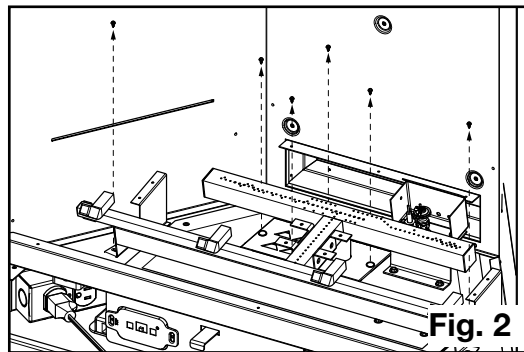

Fig. 2
- ☐ 3. Retirer les 2 vis sécurisant l'assemblage du brûleur en place puis retirer les 4 vis sécurisant le couvercle de boîte d'air en place (Fig. 2). Soulevez-les hors de l'appareil pour donner accès à l'injecteur. Ne touchez pas la vis servant à fixer le glissière du volet d'air (Fig. 4).